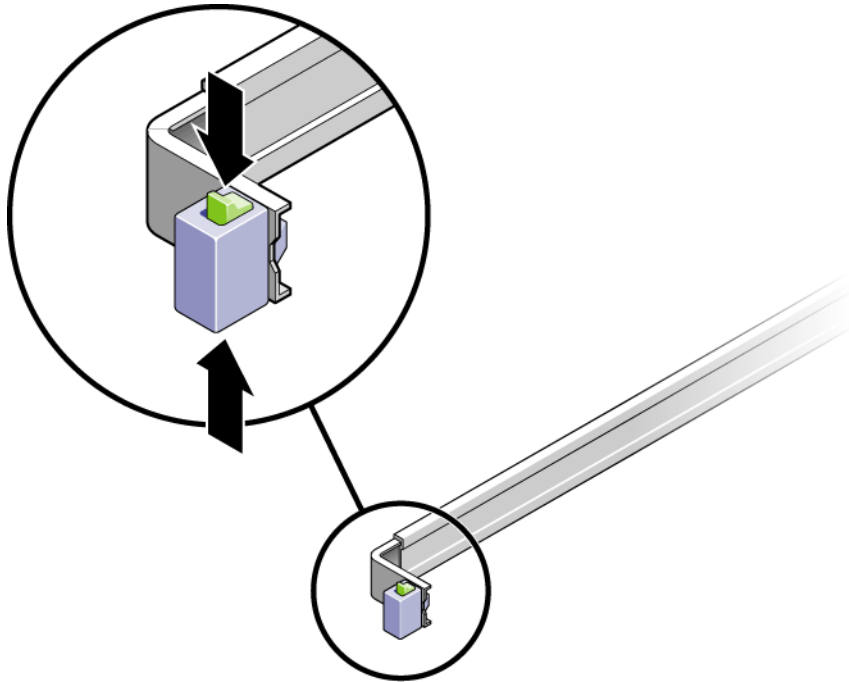

FIGURE 2-12 Débloquage de l'assemblage de rails coulissants
- a. **Appuyez simultanément sur les boutons de verrouillage supérieur et inférieur du verrou du rail coulissant (FIGURE 2-12).**